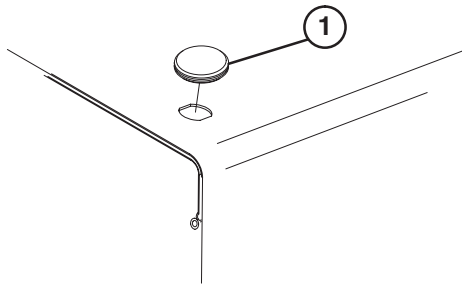

Figure 2
1. Retirez l'obturateur de l'orifice dans l'angle avant gauche du capot (Fig. 2).